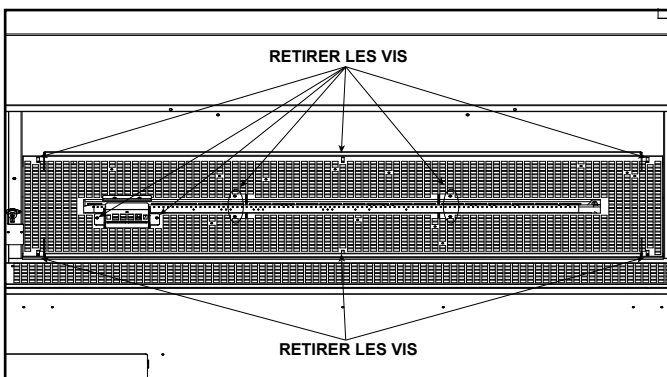

Figure 11.1 Retrait des vis du plateau de support
1. Retirez les vis situées à l'avant et à l'arrière du plateau de support, l'écran pilote et les vis fixant le plateau de support aux pieds du brûleur. Retirez le support de l'appareil. Voir figure 11.1.
1. Placez le plateau du foyer dans l'appareil. Veillez à ce qu'il soit correctement positionné au-dessus du brûleur. Installez les vis qui fixent le plateau aux pieds du brûleur. Installez les vis, retirées en même temps que le plateau, sur les côtés avant et arrière du plateau et fixez le bouclier de la veilleuse pour les maintenir en place. Voir figure 11.1.